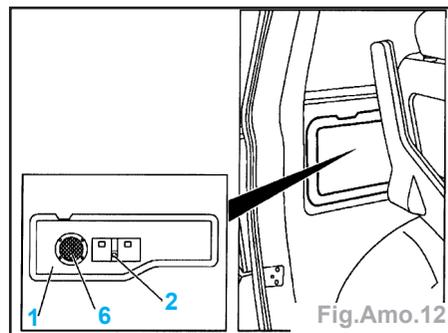
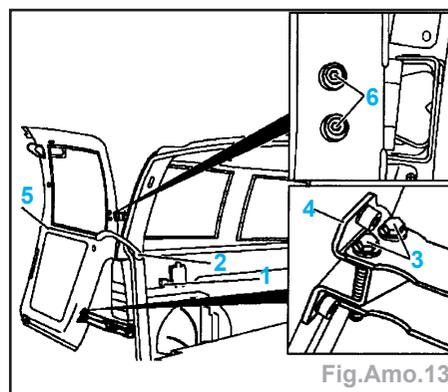

Fig.Amo.12
Fig.Amo.13
- Déposer la garniture int. latérale AR (Fig.Amo.12) :
- le H.P (6).
- l'unité multifonction (2).
- Défaire les connecteurs (1) (Fig.Amo.13).